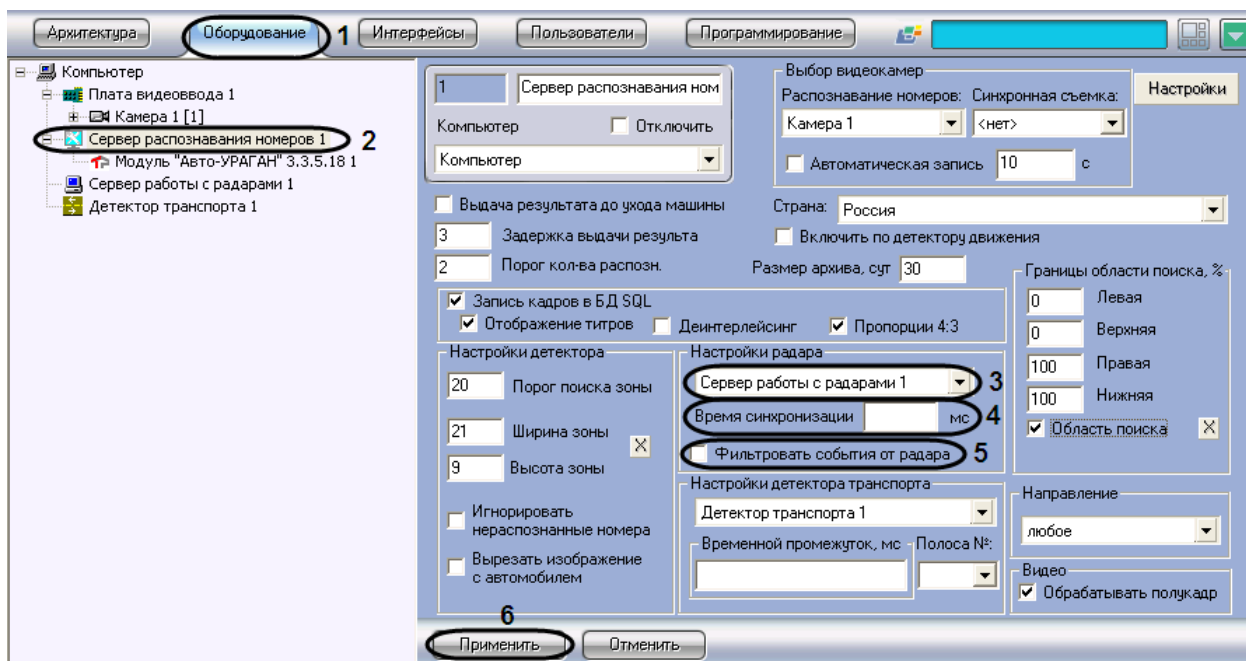

Рис. 7.2—20. Настройка совместной работы Сервера распознавания номеров и программного модуля «Радар»
2. В дереве объектов на вкладке «Оборудование» выбрать объект «Сервер распознавания номеров», соответствующий активированному программному модулю «Авто-УРАГАН 3.5.0.29», «CARMEN-паркинг», «CARMEN-Авто» или «VIT» (см. раздел «Активация программного модуля, используемого для распознавания номеров», Рис. 7.2—20, 2). В правой части вкладки «Оборудование» отобразится панель настройки выбранного объекта
3. Выбрать объект «Сервер работы с радаром» из списка доступных объектов в системе (см. Рис. 7.2—20, 3). В данном списке требуется выбрать объект «Радар», который соответствует устройству «Радар», направленному на ту же полосу дорожного движения, что и видеокамера, работающая совместно с Сервером распознавания номеров
4. Указать время в поле «Время синхронизации», в течение которого автомобиль должен проехать расстояние от места фиксации скорости движения транспортного средства устройством «Радар», до участка дороги, куда направлена видеокамера, работающая совместно с Сервером распознавания номеров (см. Рис. 7.2—20, 4). Параметр «Время синхронизации» выражается в миллисекундах.
5. Установить флажок «Фильтровать события от радара» для фиксации только первой скорости от радара, остальные скорости игнорируются до истечения времени задержки или распознавания номера (см. Рис. 7.2—20, 5).